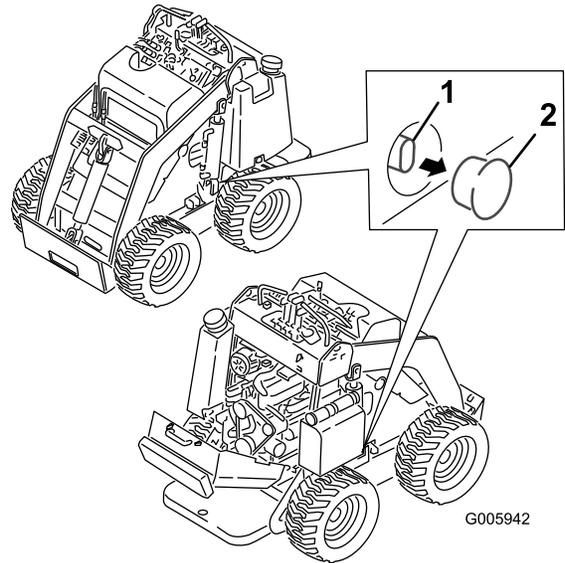

Figura 14
2. Retire el tapón que cubre cada válvula de remolcado (Figura 14).